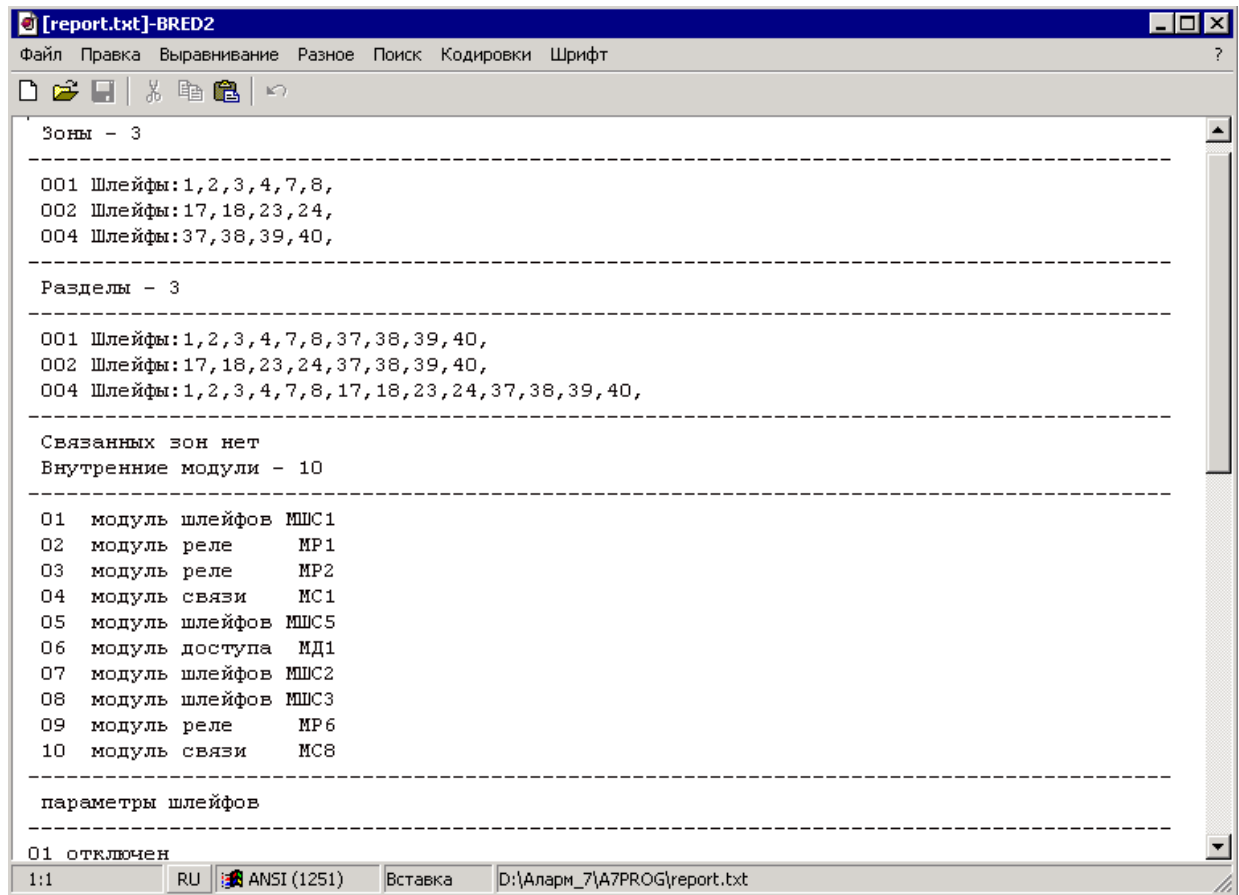

Рисунок 28
2.1.8.1 Чтение файла отчета (файла, содержащего данные о запрограммированных функциях прибора) осуществляется с помощью команды главного меню «Отчет» основного окна программы. В результате выполнения этой команды на экране ПЭВМ появляется окно с текстовым файлом **report.txt**, автоматически формируемым и записываемым программой в ее рабочей директории (рисунок 28):